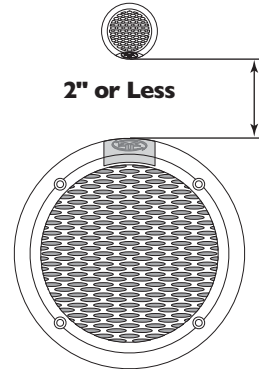

Figure 1
- Die beste Integration zwischen Mitteltoner und Hochtöner wird erzielt, wenn der Hochtöner höchstens 5 cm vom Mitteltoner entfernt platziert wird (Abbildung 1).
- Wenn möglich, den Hochtöner direkt über oder unter dem Mitteltoner platzieren, da dies die Darstellungsfähigkeit (Punktquelle) des Lautsprechers maximiert (Abbildung 1).